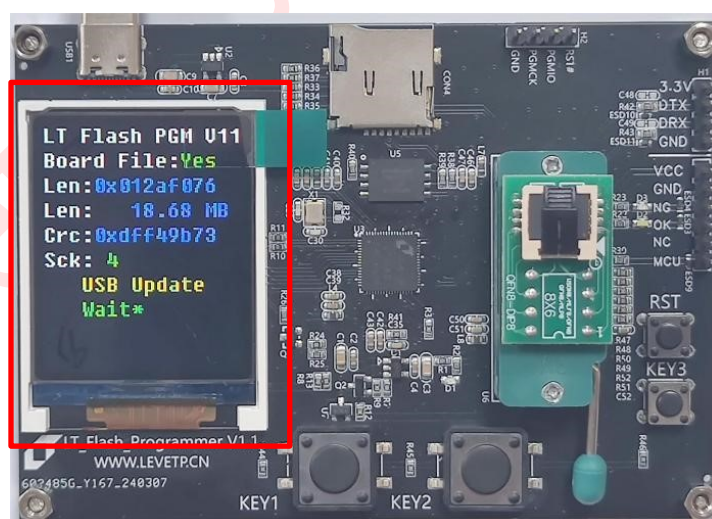

图 1-8：进行电脑上的数据档案烧录到板子上的 Flash 内
E. 烧录器板子上的 Flash 烧录进行中，如图 1-8 的 LCD 显示。